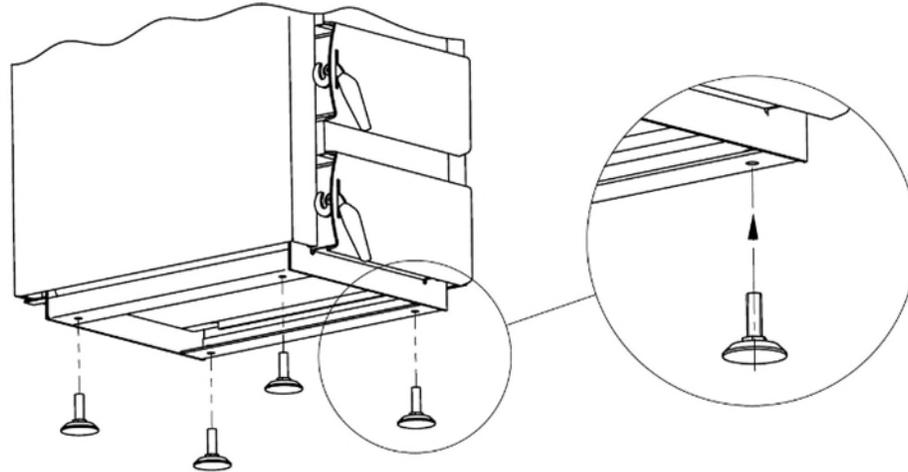

Abb. 9. Ausrichtung des Kessels
A. Der Kessel ist auf einem brandsicheren Boden, auf einer wärmedämmenden Unterlegplatte, die an allen Seiten mindestens 2 cm herausragen muss, aufzustellen. Soll der Kessel im Keller betrieben werden, wird die Aufstellung auf einer 5 bis 10 cm starken Untermauerung empfohlen. Der Kessel ist auszurichten. Zum Ausrichten des Kessels dienen 4 Stellfüße (im Lieferumfang), die in die Gewindebohrungen im Kesselunterbau eingeschraubt werden können (Abb. 9).